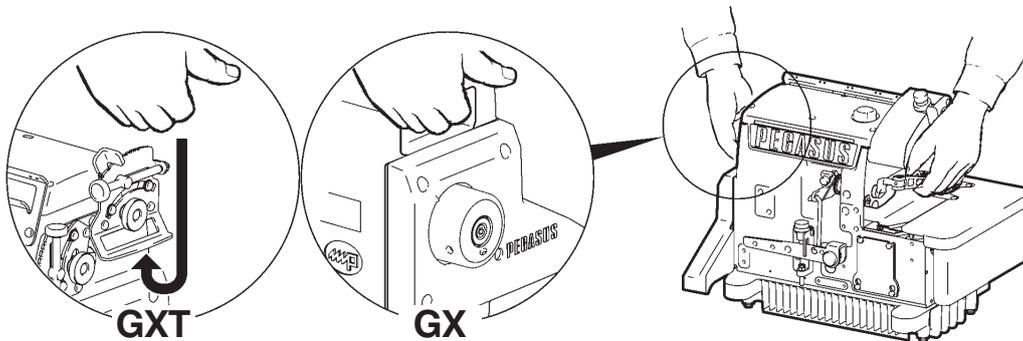

Abb.3
2. Um die Maschine zu tragen, halten Sie mit der rechten Hand den Handgriff oberhalb der Riemenabdeckung und mit der linken Hand die Nähfußstange fest. (Abb. 3)